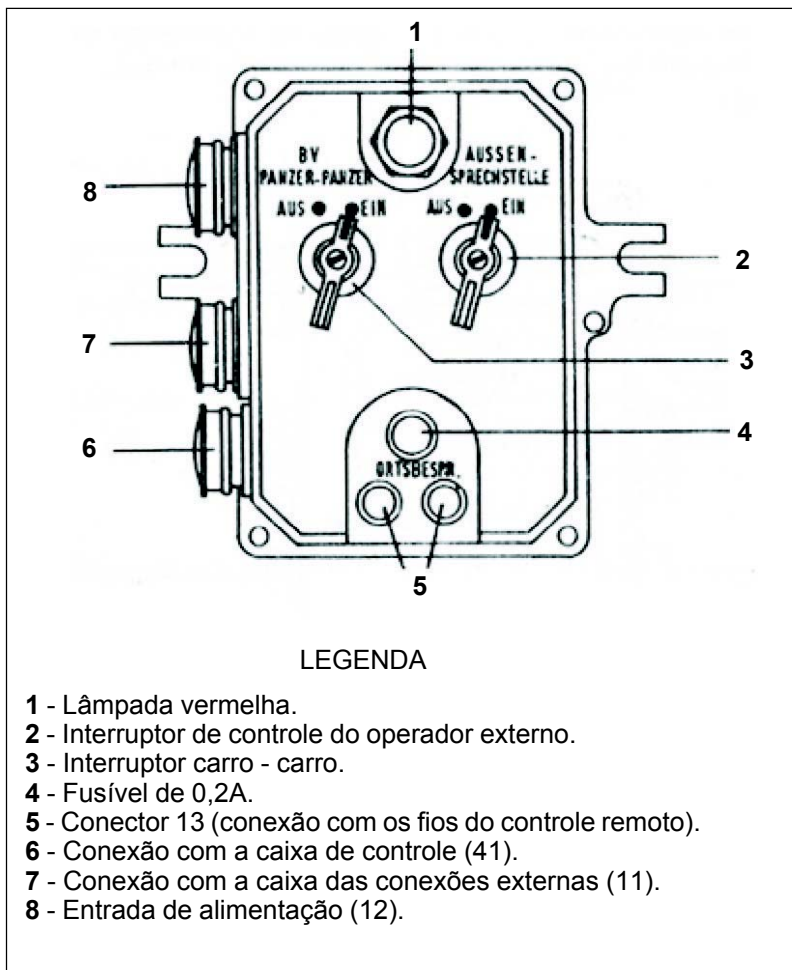

Fig 8-13.
**e. Caixa de controle das conexões externas** (Fig 8-13) - Localizada no compartimento do motorista, permite a comunicação de um operador externo (Fzo a pé) com o CC e a ligação carro-carro, através fio.
(1) Ligação carro-carro